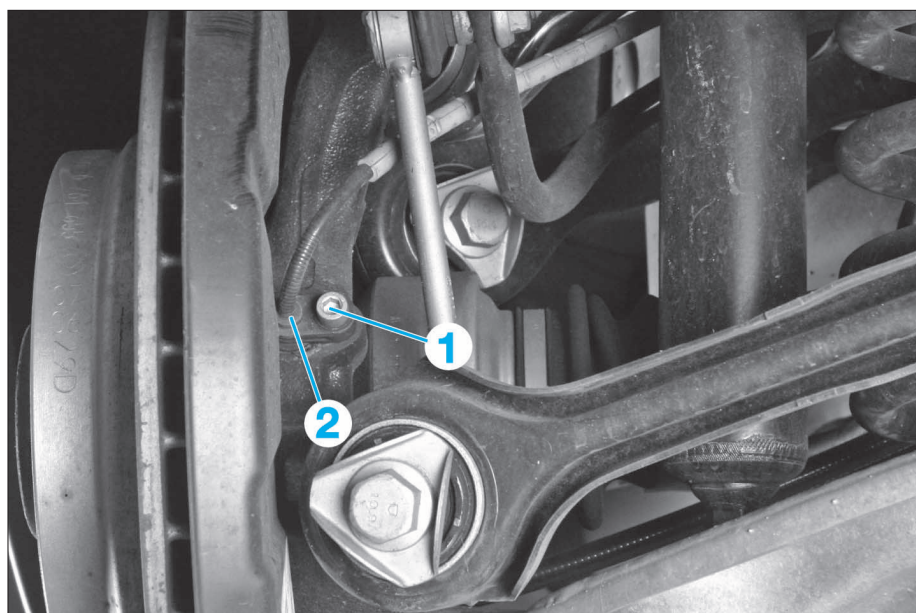

FIG. 32
- Déposer la vis à six-pans creux (1) et extraire le capteur de vitesse de roue (2) de l'alésage (Fig.32).
- Serrer la vis (1) à 0,8 daN.m.